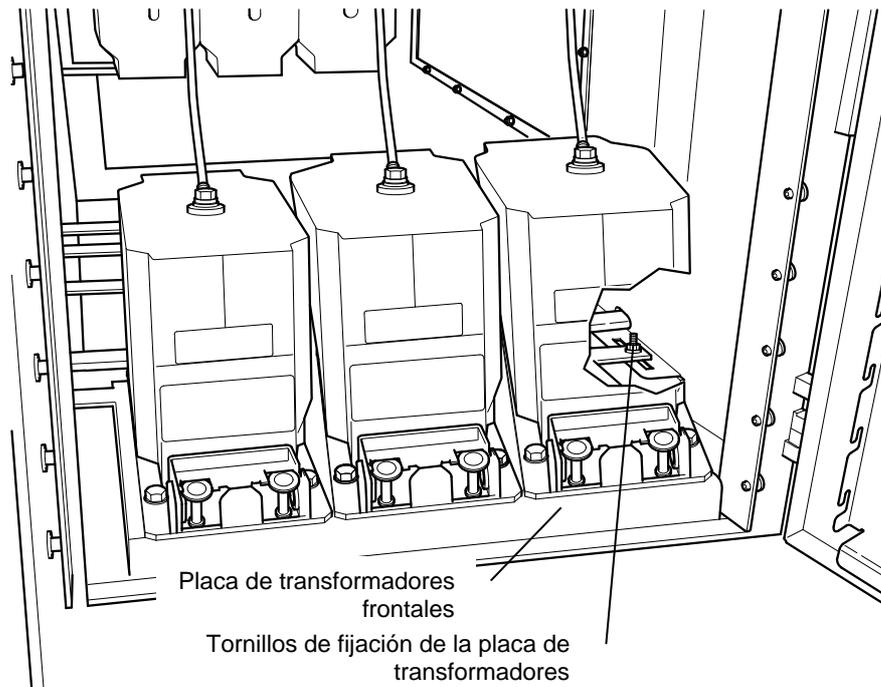

Figura 4.33
4. Si es necesario, retirar la placa de los transformadores frontales, con los transformadores de tensión (si está montada). (Véase la figura 4.33).